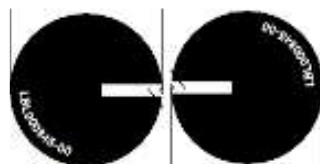

Figura 5-1: Etiquetas de referencia alineadas
7. Aplique el punto de referencia según las etiquetas de referencia ubicadas en la sobrecamilla y la camilla (o conecte el accesorio para puntos de referencia PHILIPS). Asegúrese de que ambas etiquetas estén alineadas con exactitud antes de configurar el punto de referencia (consulte la **Figura 5-1**).